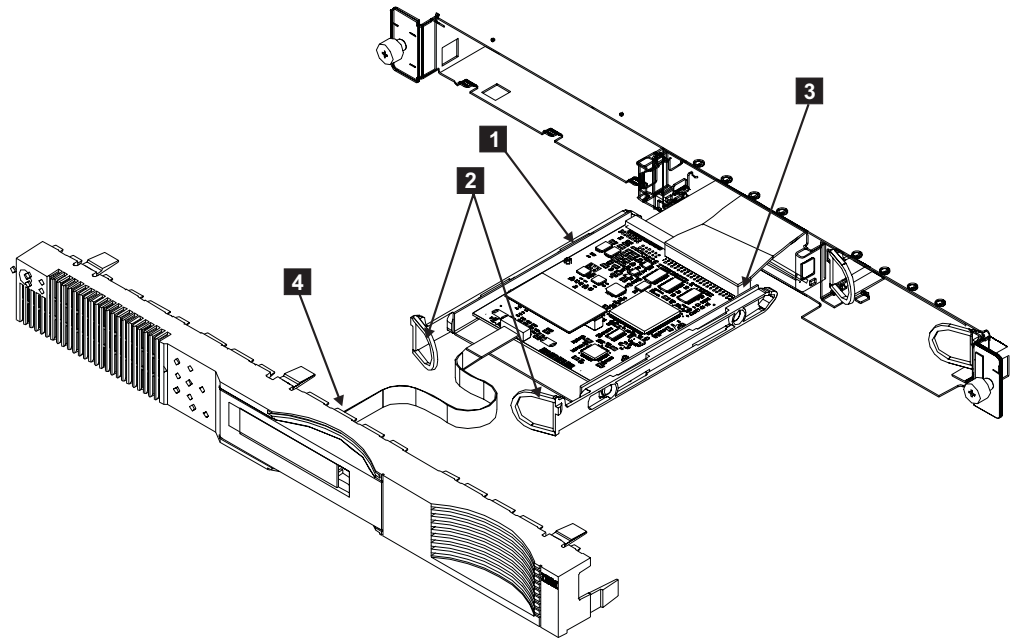

図 72. SAN ボリューム・コントローラー 2145-4F2 サービス・コントローラー
1. サービス・コントローラー(101 ページの図 72 の **1**) を慎重に SAN ポリリューム・コントローラー 2145-4F2 に押し込みます。